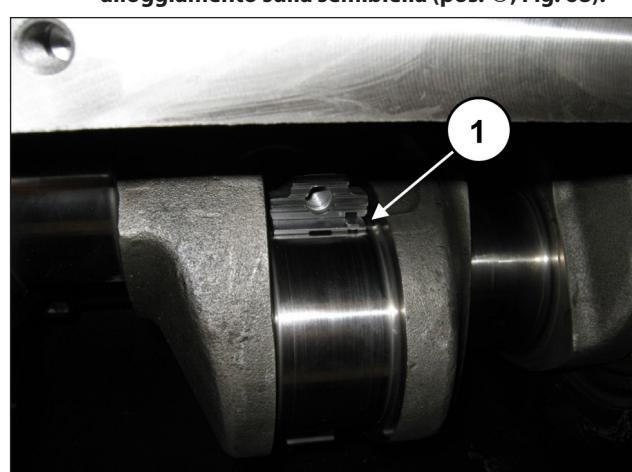

Fig. 67
Inserire i semicuscinetti superiori tra le bielle e l'albero (pos. ①, Fig. 67).